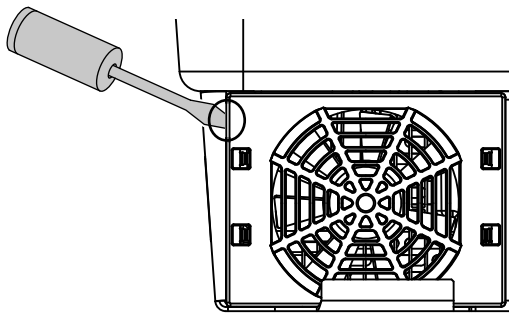

Abb. 62: Lüftergitter lösen
2. Lüfter ausbauen. Dazu am Rand des Lüftergitters einen Schraubendreher ansetzen und leichten Druck auf das Lüftergitter ausüben.  **Abb. 62**